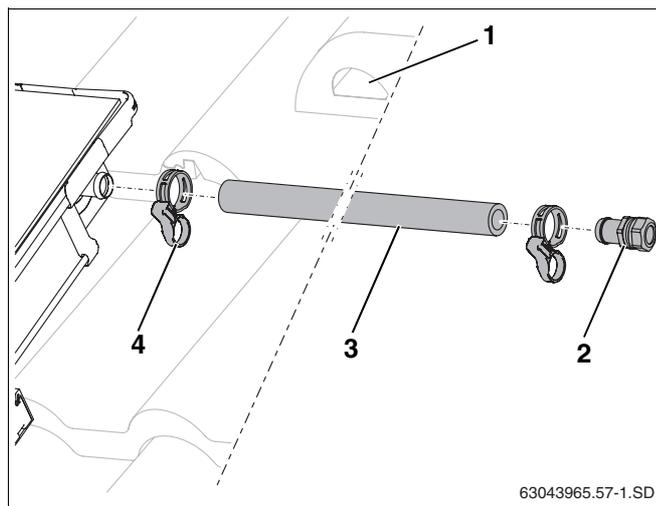

Рис. 53 Монтаж подающей линии (без воздушного клапана на крыше)
- Надеть длинный шланг (1000 мм, рис. 53, поз. 3) на штуцер коллектора для подключения подающей линии и закрепить пружинным хомутом (рис. 53, поз. 4).
- Вставить наконечник с зажимным кольцом (рис. 53, поз. 2) в шланг солнечного коллектора до упора и зажать пружинным хомутом.
- Подключить сборную линию к наконечнику R $\frac{3}{4}$ с зажимным кольцом (18 мм) (рис. 53, поз. 2).